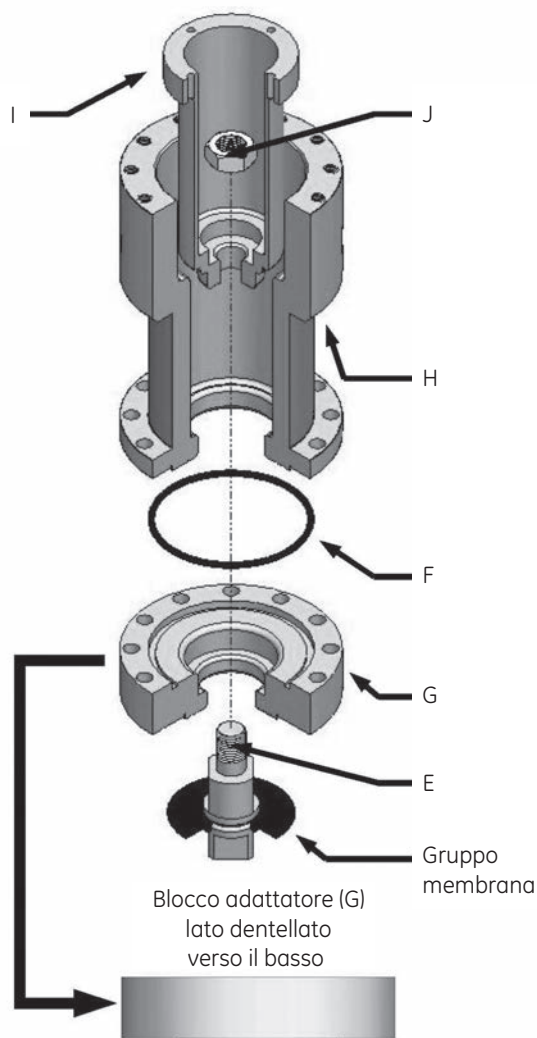

Figura 33 – Assemblaggio blocco adattatore 1000/1500-CH
**Fase 1:** Inserire il 145 O-ring (F) nel blocco adattatore (G).
**Fase 2:** Posizionare il blocco adattatore (G) tra il gruppo membrana e la camera molla (H), come indicato nella Figura 33.
**Fase 3:** Fare scorrere il tubo interno (I) attraverso la camera molla (H).
**Fase 4:** Fissare l'estensione del filetto (E) al tubo interno (I) utilizzando il controdado 1/2 pollice - 20 pollice SS (J).
**Fase 5:** Serrare il controdado (J) con coppia da 180 a 220 in-lbs.